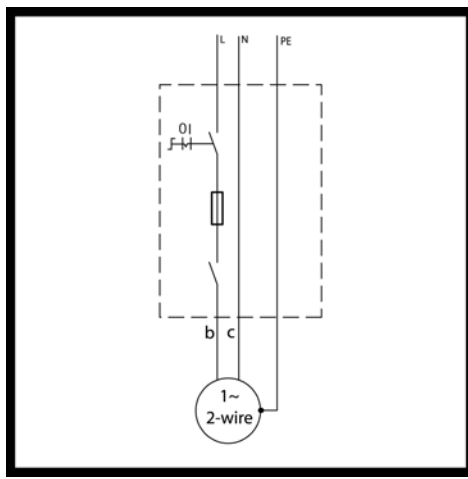

Fig.: 14
- 2 Conexão de aço inoxidável especial com 2 fios (Fig.: 14)